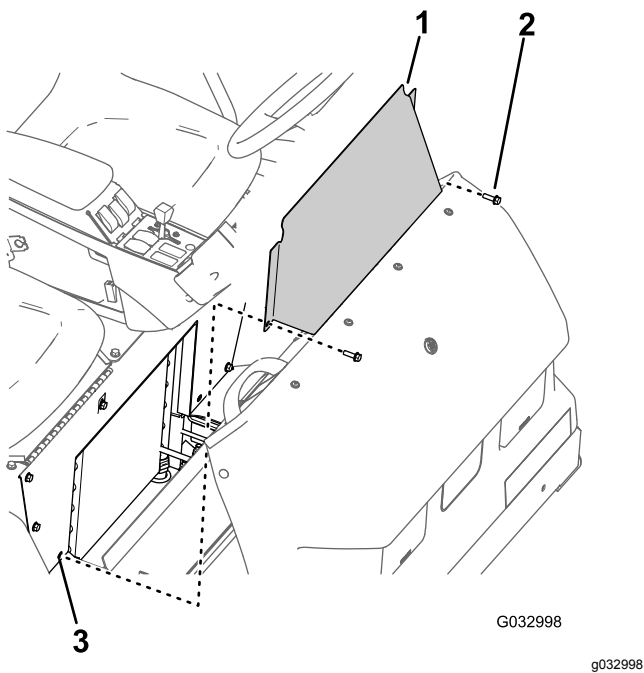

図 65
1. シートベースアクセスパネルを座席ベースに固定しているフランジヘッドボルト2本を取り外す 図 65。
2. 機体からシートベースアクセスパネルを外す 図 65。
1. シートベースアクセスパネルの穴を座席ベースの穴に合わせる 図 65。
2. シートベースアクセスパネルを座席ベースに固定する 図 65 1 シートベースアクセスパネルを外す (ページ 46) で外したフランジヘッドボルト2本を使用する。